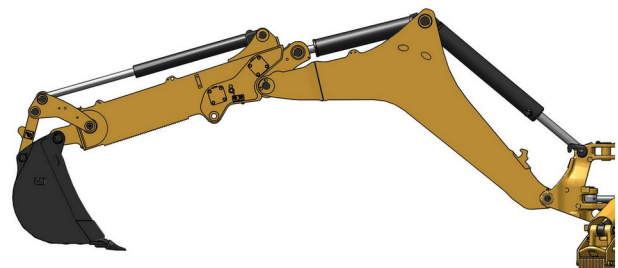

Ilustración 250
2. Coloque la máquina. Consulte la ilustración 250
4. En los orificios de acceso (5), mida el espacio entre la parte superior del taco de desgaste plano sujetado con pernos al brazo interior y a la superficie interna del brazo exterior.